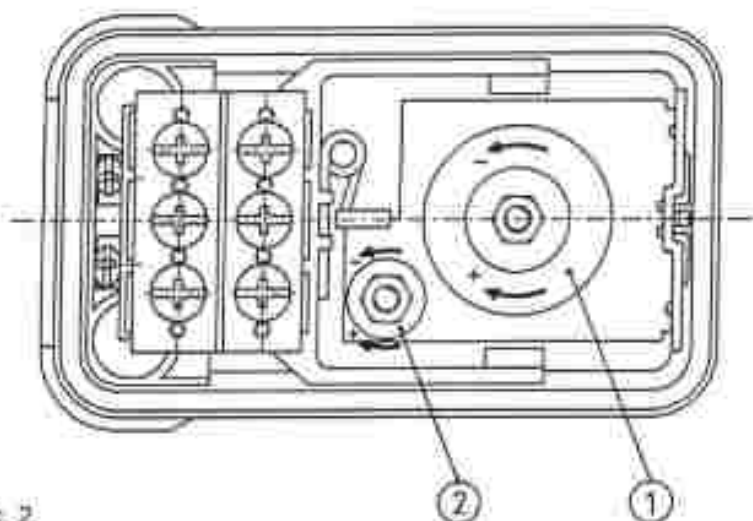

Рис. 2.
- Установить требуемое давление поворотом гайки (рис. 2).
- Проверить давление выключения на манометре и скорректировать его, если требуется, поворотом гайки (рис. 2, поз. 1).
- Давление включения устанавливается регулировочной гайкой (рис. 2, поз. 2).